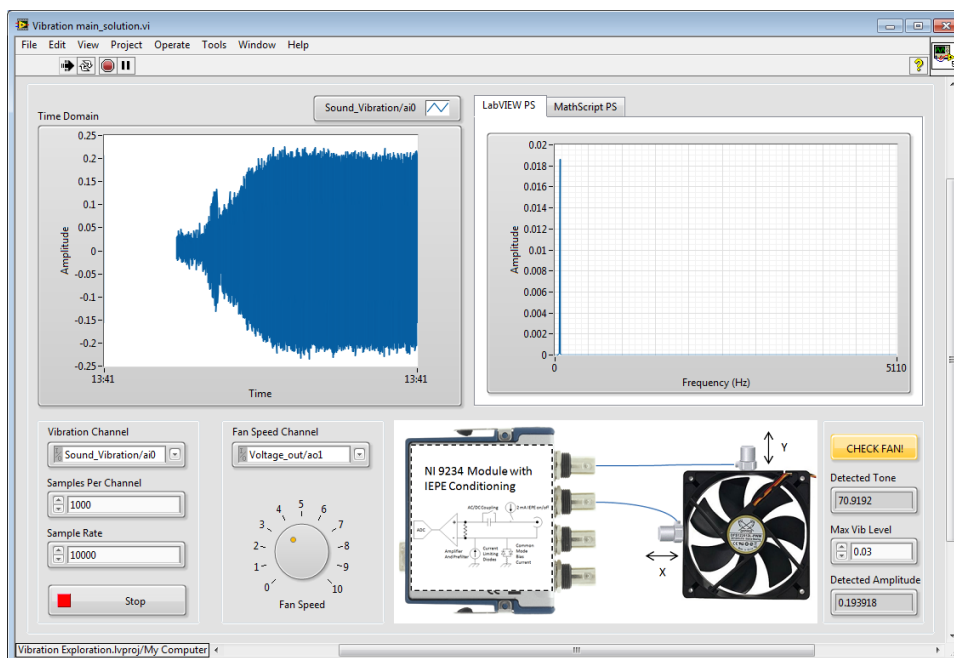

Figura 6. Esse VI irá adquirir sinais de vibração no domínio do tempo e calcular o conteúdo da frequência usando os VIs do LabVIEW e MathScript.
14. Durante o restante desse exercício, você irá criar o VI exibido na figura 6. Verifique se a chave no Sound and Vibration Signal Simulator está acionada manualmente para BNC. Clique no botão de execução.